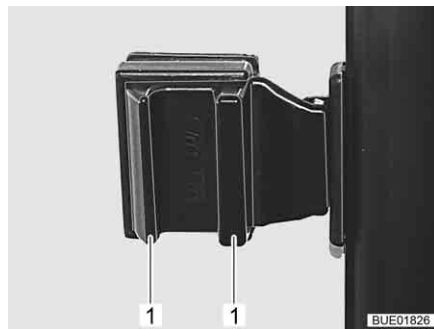

Fig. 107 Fenêtre coulissante avec verrouillage poussoir
- Presser les poignées (Fig. 107,1) et les maintenir pressées.